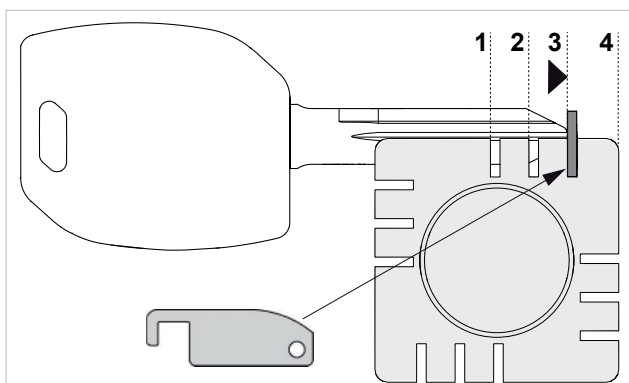

Fig. 34 - TOPE EN PUNTA
Utilizar la barra (del equipamiento base) para alinear la punta de las llaves sin tope (Fig. 34).
- Para instalar en las mordazas las llaves con tope en punta, utilizar la barra del equipamiento base que hay que introducir en las correspondientes ranuras (Fig. 34), o apoyarla contra la pared derecha de la mordaza.